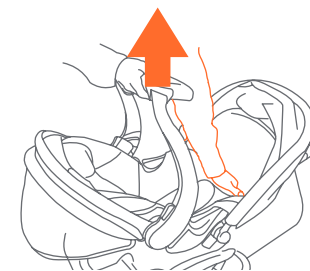

Fig. 19
- 19)** • Para retirar la Sillita para el Automóvil, suelte gancho corto y apriete la manija de liberación ubicada en el extremo inferior del asiento y levante cuidadosamente la silla (Fig. 19).